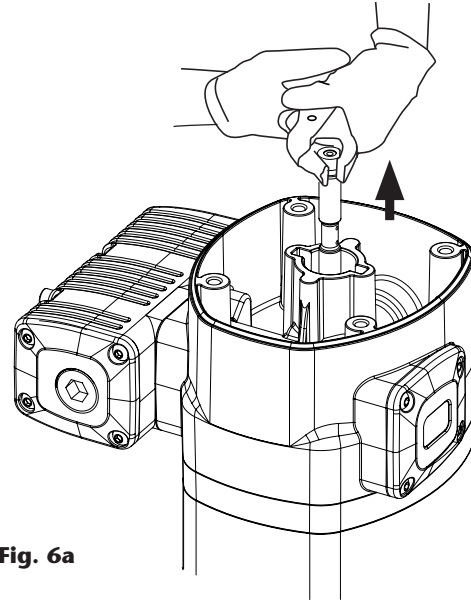
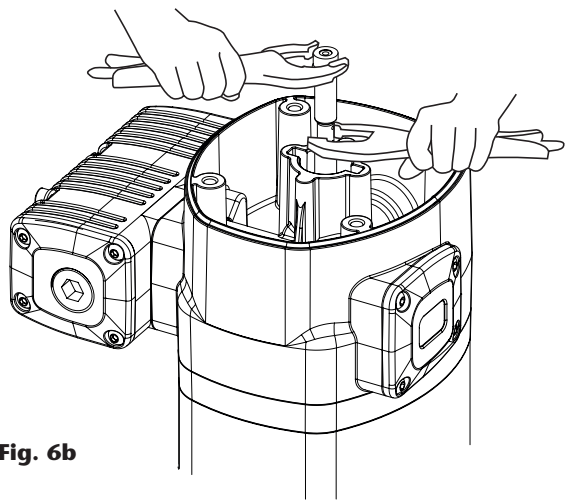

Fig. 6a
Fig. 6b
1. Unscrew the bolts (2) and remove the cap (3).
2. Unscrew the sensor sleeve (4).
3. With a manual clamp on the nut (5), pull the rod (40) outwards until its central recess appears (fig. 6a). Then, with another manual clamp, grab the rod (40) on said recess to prevent sealing surface to be damaged, and unscrew the nut (5) (fig. 6b).
4. Remove o-ring (6) and ring (7), and replace them with new ones later.
5. Unscrew the bolts (55). Pull the motor body (13) outwards to free it along with bridle (36).
6. Take away the gasket (9) and replace its seals (8) and (10).
7. Unscrew the bolts (37) and split the motor (13) from the bridle (36). Take away the washer (32) and replace the seal (8).
8. Take away the cylinder (50) while carefully holding the air piston (45). Replace the piston seal (44).
9. Re-assembly in reverse order, applying thread locker in screws (37), nut (5) and sensor sleeve (4).
1. Desenrosque los cuatro tornillos (2) y quite la tapa (3).
2. Desenrosque el tapón inversor (4).
3. Con ayuda de una mordaza manual sobre el casquillo (5), tire hacia fuera del vástago (40) hasta que aparezca su rebaje central (fig. 6a). Después, con otra mordaza manual agarre el vástago (40) en dicha zona rebajada central para no dañar la superficie destinada al sellado y desenrosque el casquillo (5) (fig. 6b).
4. Deseche la tórica (6) y el aro (7), y use otros nuevos posteriormente al volver a montar.
5. Desenrosque los cuatro tornillos (55). Tire hacia arriba del cabezal motor (13) hasta liberarlo junto con la brida (36).
6. Quite el casquillo inversor (9). Sustituya las juntas (8) y (10) de este casquillo.
7. Desenrosque los cinco tornillos (37) y separe el cuerpo motor (13) de la brida (36). Extraiga la arandela (32) y sustituya la junta (8).
8. Retire el cilindro (50) sujetando con cuidado el émbolo (45). Sustituye la junta (44) de dicho émbolo.
9. Vuelva a montar el conjunto en sentido inverso, aplicando fijador de rosca en los tornillos (37), casquillo (5) y tapón inversor (4).